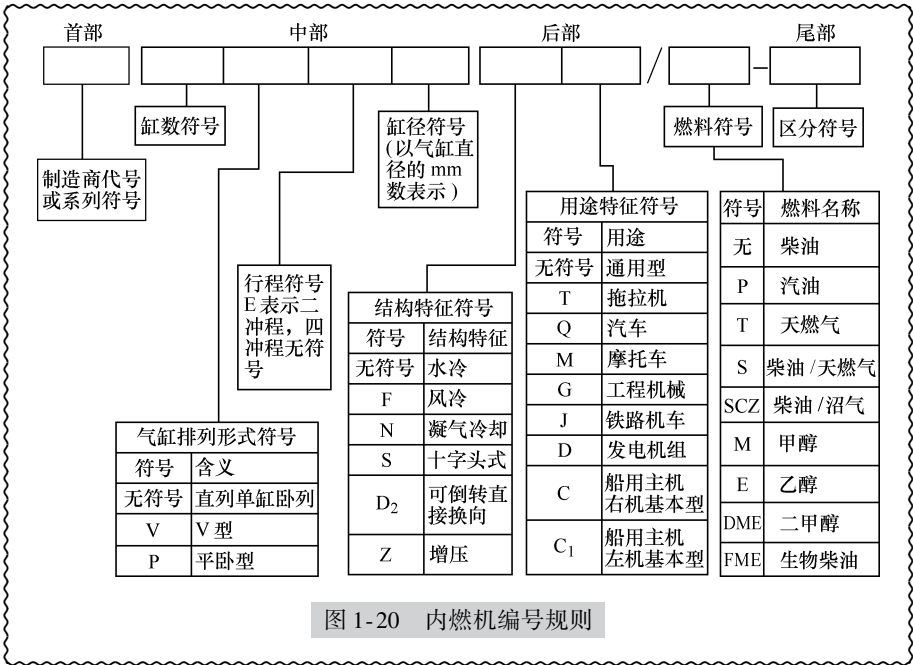

图 1-20 内燃机编号规则
- 3) 内燃机型号应反映它的主要结构与性能，一般由首部、中部、后部和尾部四部分组成，如图 1-20 所示。